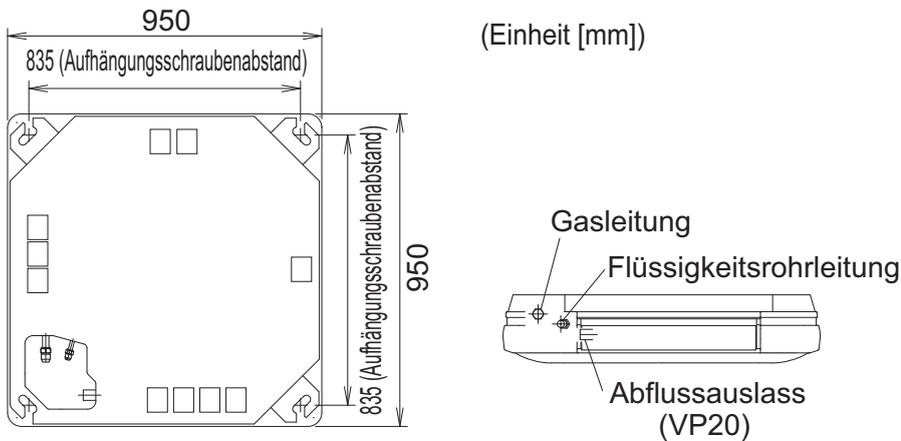

Abb. 5
- (1) Überprüfen Sie die Lage der Gewindebolzen des Innengeräts, der Auslassöffnungen der Leitungen, der Auslassöffnung der Ablaufleitung und der Einlassöffnung für die elektrischen Leitungen. (Die Abbildung zeigt die Ansicht von der Decke aus.) (Siehe Abb. 5 und Abb. 6)